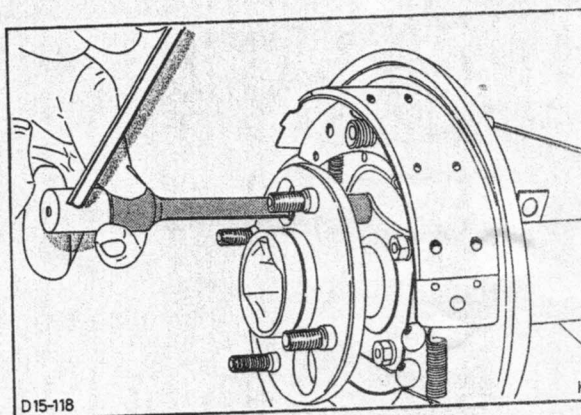

Fig. 125 - Serrage des vis de l'arbre de roue
8. Introduire l'arbre de roue dans la trompette de pont (s'assurer de la bonne mise en place du flasque), et serrer les vis de fixation du flasque au couple prescrit, voir fig. 125.